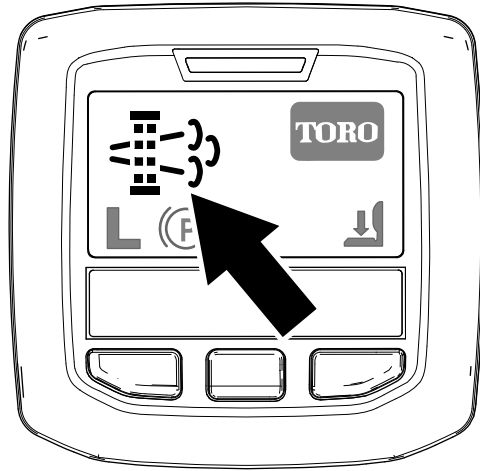

Bild 46
- Das Symbol für die geparkte Regenerierung wird im InfoCenter angezeigt (Bild 46).